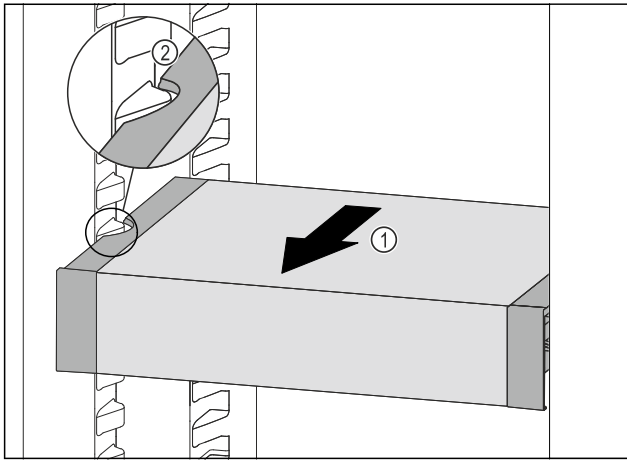

Fig. 92
- ▶ VarioSafe naar voren trekken Fig. 92 (1), tot de uitsparingen aan de zijkant van de VarioSafe zich ter hoogte van de rib in het koelgedeelte bevinden. Fig. 92 (2)